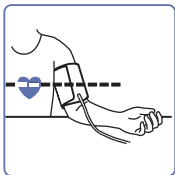

Fig. 6
7. Siéntese en una silla y coloque el brazo sobre una mesa de manera que el manguito quede a la altura de su corazón (Fig. 6).